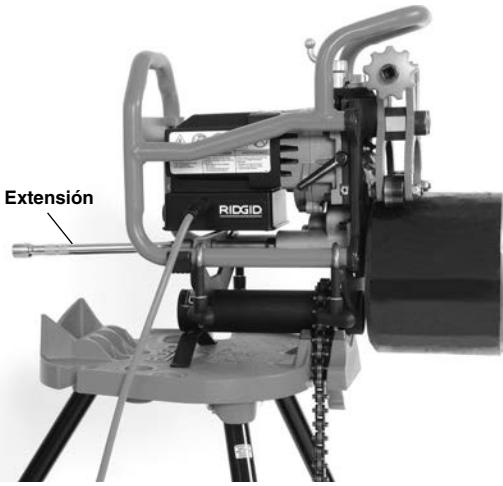

Figura 10 – Biseladora fija, con un tubo que mide menos de 12 pulg. de largo y pesa menos de 50 libras
8. Monte la extensión de 10 pulg. de largo y $\frac{1}{2}$ pulg. de diámetro en el eje de funcionamiento de la biseladora (*vea la Figura 10*).
apoyar el tubo. El tubo se coloca directamente sobre el rodillo de mando y se fija con los rodillos guía (*Figura 10*).